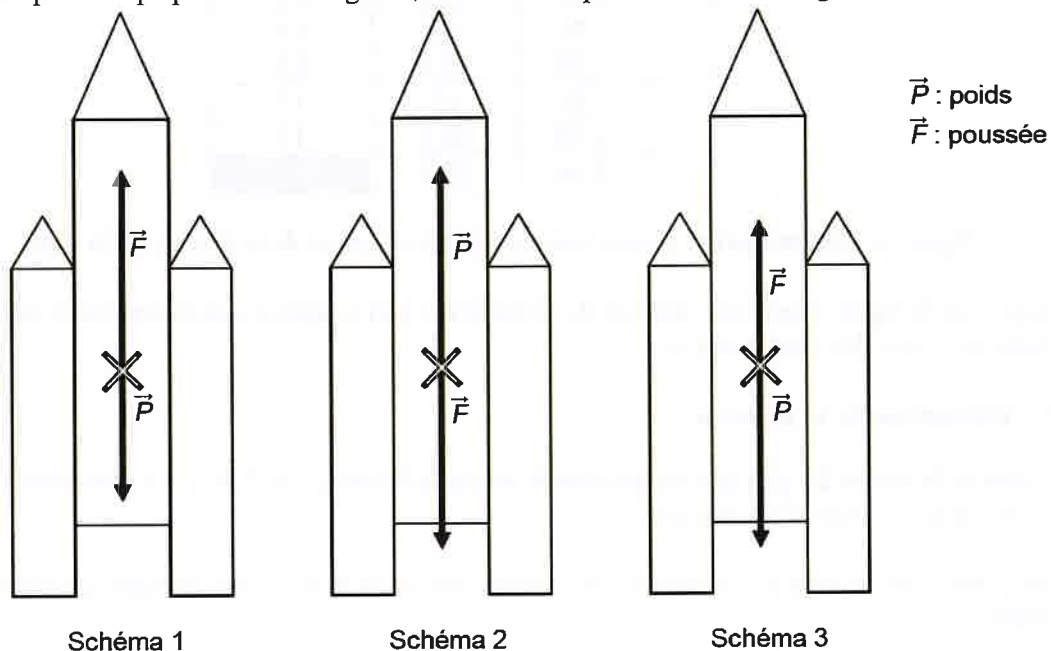

Figure 5. Propositions de représentation des forces s'appliquant sur la fusée qui vient de quitter le sol
1.4. Choisir parmi les propositions de la figure 5, le schéma compatible avec le décollage de la fusée. Justifier.